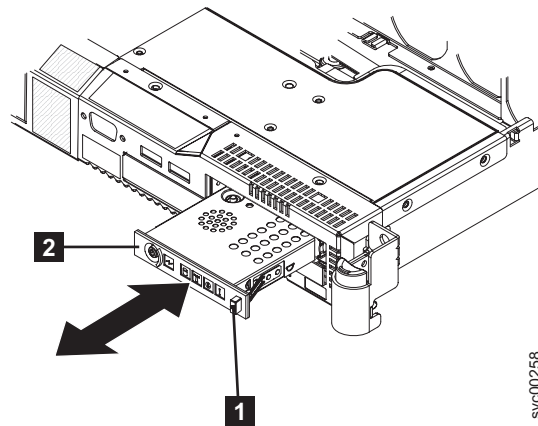

図 168. ライト・パス・アセンブリーの解放
9. ライト・パス・アセンブリー **2** を解放します。これを行うには、フロントの解放ボタン (519 ページの図 168の **1** in ) を使用して、所定の位置でロッ